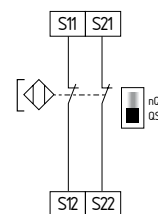

Fig. 16
**Control de interruptores magnéticos de seguridad mediante dos canales según EN 60947-5-3 (véase fig. 16)**